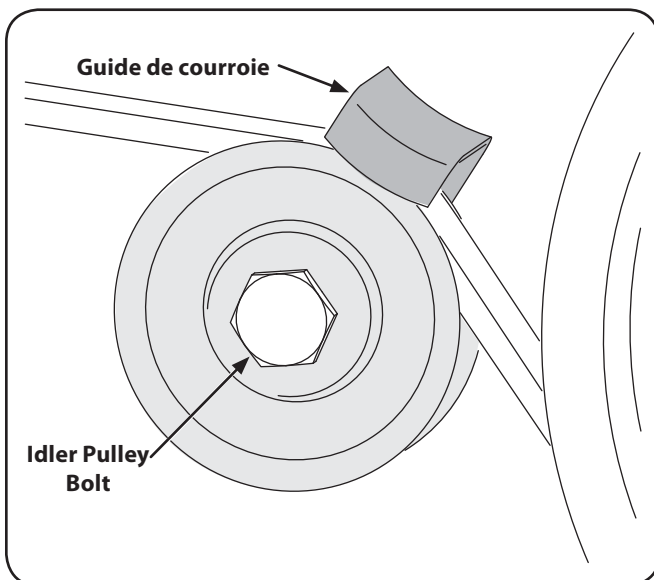

Fig. 7-4
3. Enlevez le boulon de la poulie de tension et dégagez la courroie qui passe en-dessous du guide de courroie. Voir la Figure 7-4.
REMARQUE : Lors du remontage, assurez-vous que le guide de courroie de la poulie de tension est placé comme à la Fig. 7-4. tez l'encoche sur la base du guide de courroie et l'alignement en installant la poulie de remplacement.